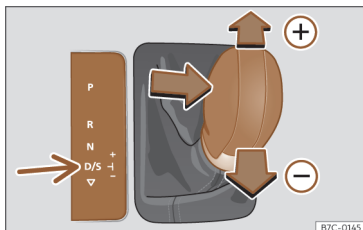

Fig. 138 Consola central: engrenar com Tiptronic.
- Empurre a alavanca para a frente (+) ou para trás (-) para engrenar uma mudança mais alta ou mais baixa»» **Fig. 138**.